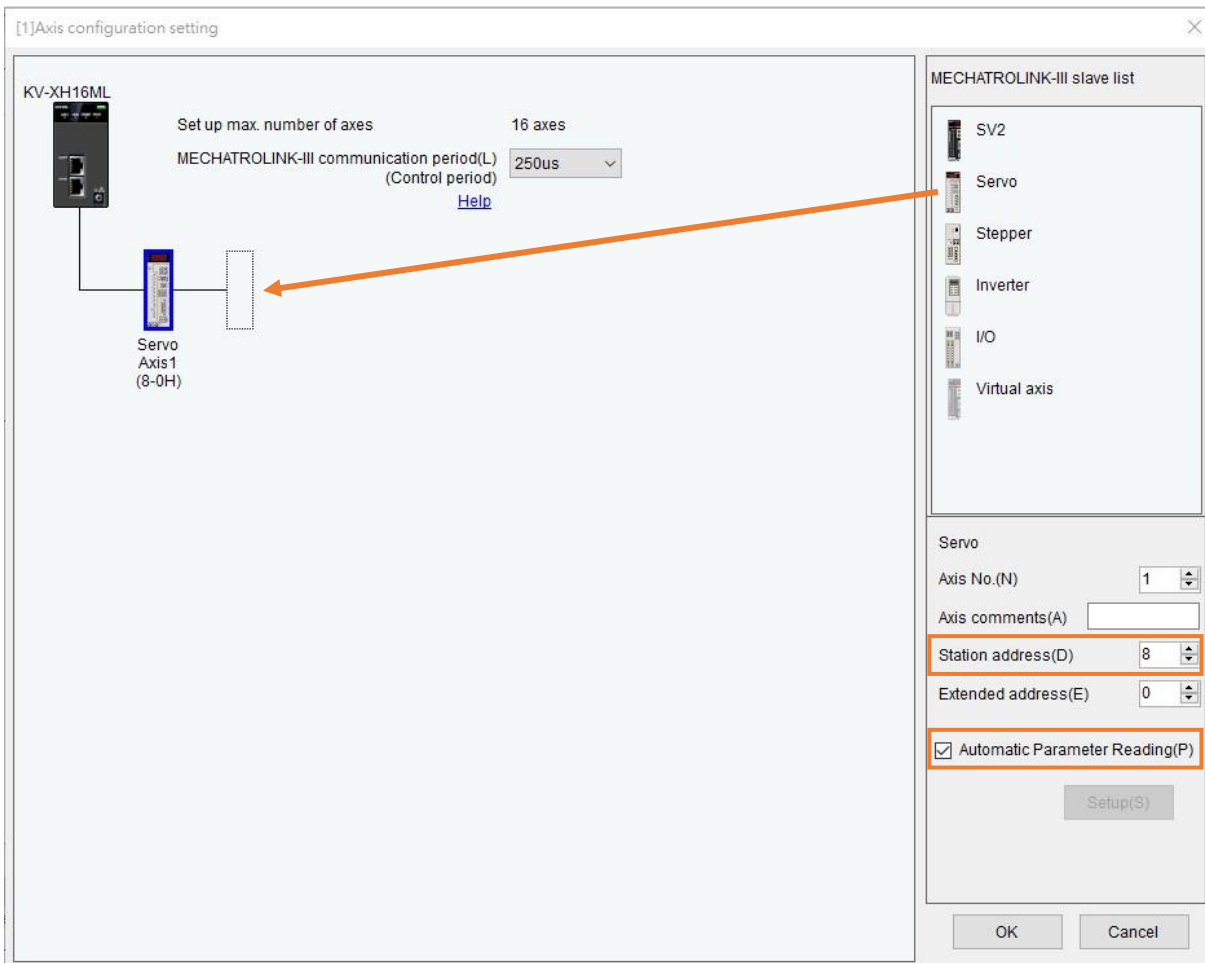

図 1.1
1. 図 1.1 に示すように、軸構成設定で使用する Servo をドラッグし、ノブの Station address に基づいてステーション アドレスを設定し、Automatic Parameter Reading にチェックを入れます。